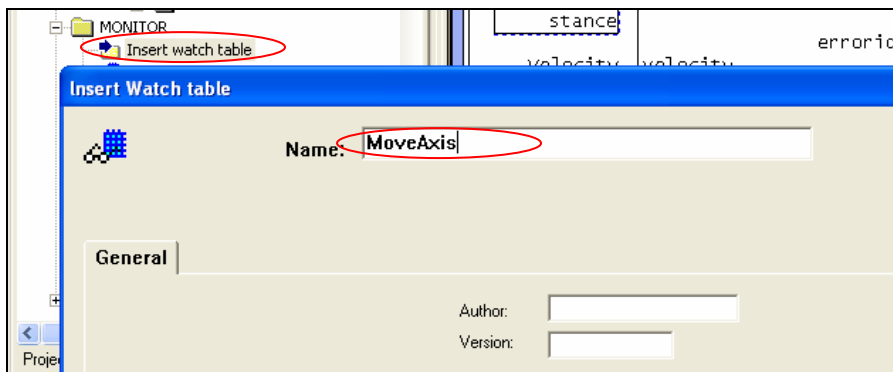

图. 37
(7) 新建一个变量监控表(WatchTable), 如“MoveAxis” (图 37)